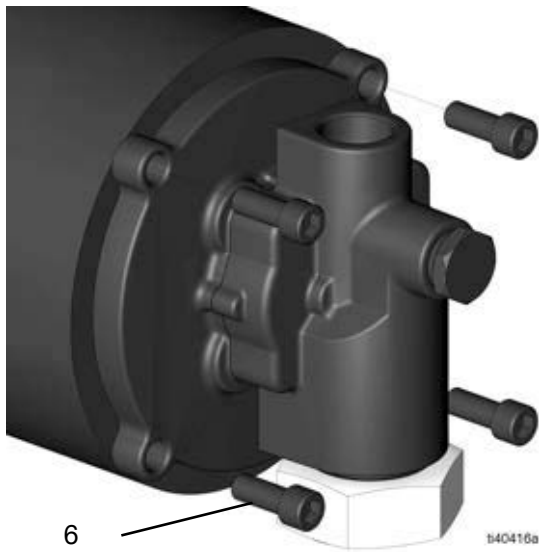

FIG. 7
- Retirez les quatre vis Allen (6) à l'aide d'une clé hexagonale de 8 mm (FIG. 7).
7. Placez et serrez les quatre vis Allen (6) à l'aide d'une clé hexagonale de 8 mm (couple de serrage de 27,1 N•m) (FIG. 7).